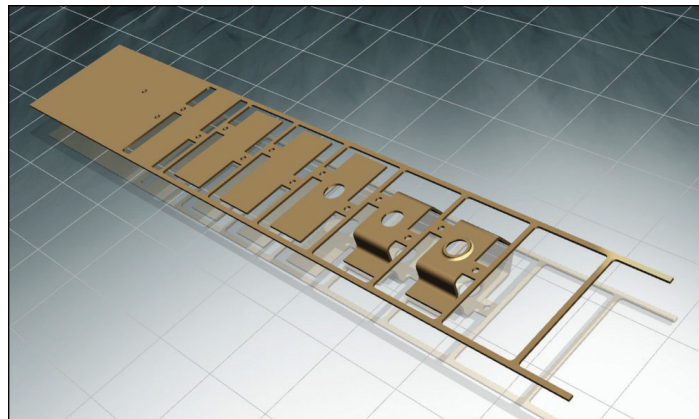

Рис. 3.7. Однорядный раскрой с перемычками
- перемычка замкнутого контура (рис. 3.7);